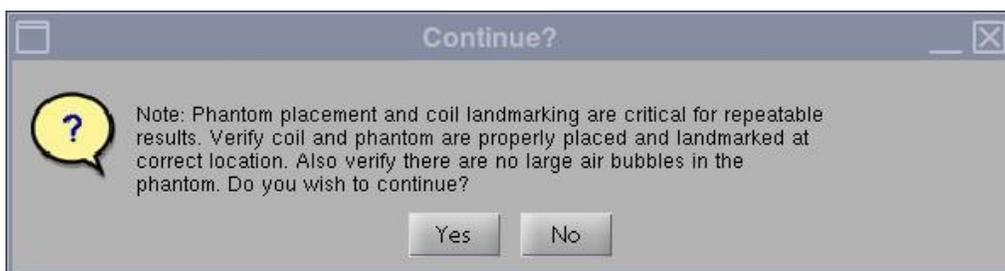

Figura 4
3. Dopo l'avvio, comparirà la nota "Phantom placement and coil landmarking are critical for repeatable results" (Il posizionamento del fantoccio e la definizione della posizione della bobina sono fondamentali per ottenere risultati ripetibili). Se i punti di riferimento sono stati impostati correttamente e non sono presenti bolle d'aria nel fantoccio, fare clic su **[Yes]** (Sì) per continuare (Figura 4).